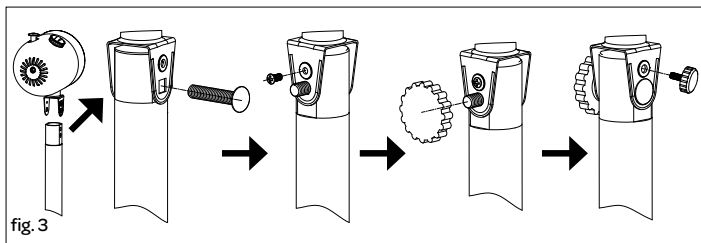

fig. 3
3. Plaats het motordeel op het statief en zet deze vast met de schroeven volgens de tekeningen - fig. 3.